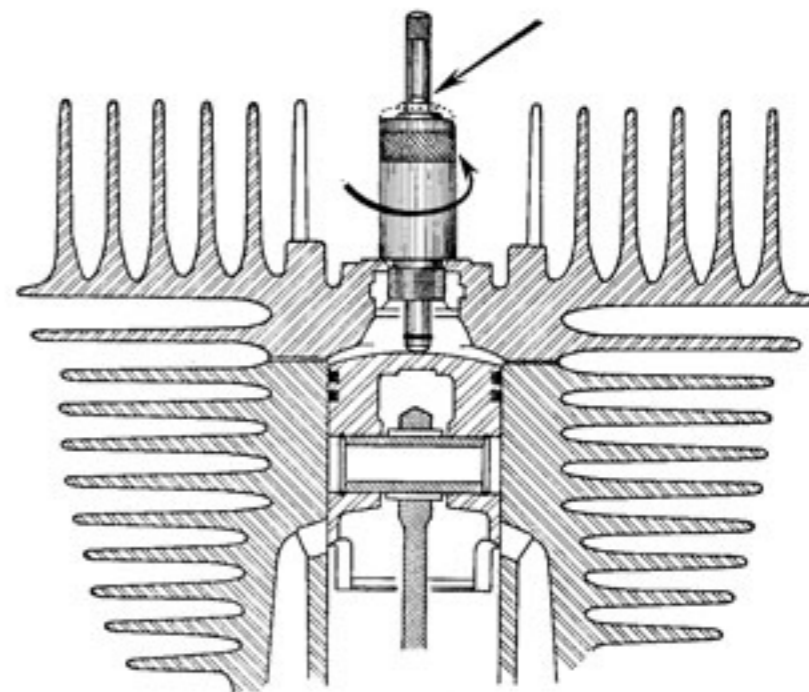

Fig. 1
- 3 Faire coïncider la partie inférieure de l'encoche **rouge** (cote d'avance = 1,5 mm) avec la partie supérieure du corps de jauge (fig. 1).